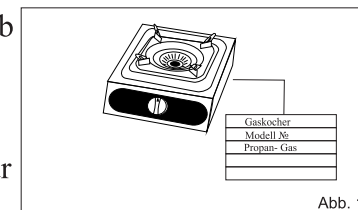

Abb. 1
- Benutzen Sie nicht Gas, das verschieden ist von dem, das in dieser Gebrauchsanweisung oder auf der Platte angegeben ist. (Abb.1)